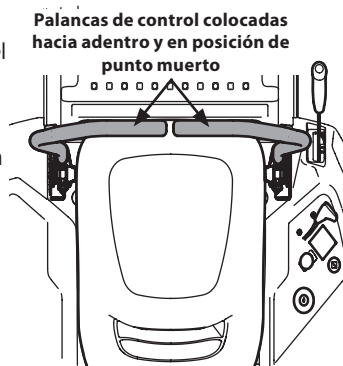

Figura 27
2. Mueva las palancas de control de la transmisión del lado derecho y del lado izquierdo hacia adentro hasta la posición de punto muerto, lo cual desactiva también el freno de mano. Consulte la Figura 27.